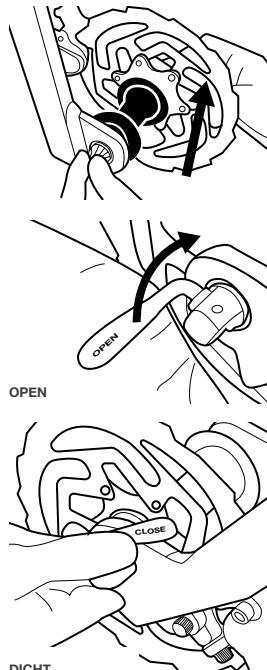

Afbeelding 15. De snelspanner openen
1. Zet de hendel van de as open. Je moet nu de markering ‘OPEN’ op de hendel kunnen zien, zoals wordt weergegeven op Afbeelding 15.